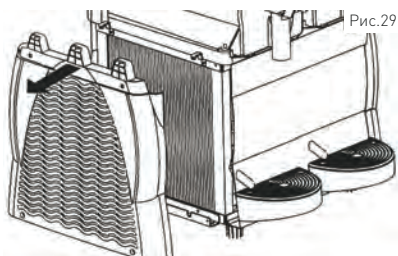

Рис.29
- 3) После удаления 4 винтов, снимите защитную панель. (Смотри: Рис. 29)